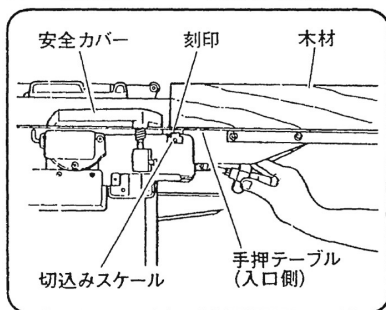
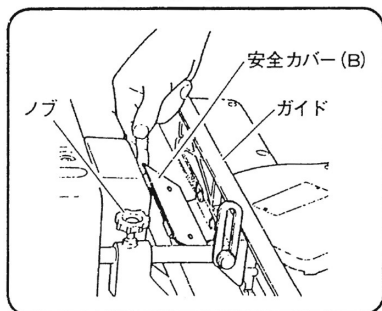

図 13
図 15
手押テーブル部のかな刃を覆う安全カバー（図 13 参照）および、手押ガイド裏側のかんな刃を覆う安全カバー（B）（図 15 参照）は、身体がかな刃に触れるのを防ぐものです。必ずかな刃を覆うよう滑らかに動くことを確認してください。
- (1) スイッチを入れる前に手押テーブル（入口側）の刻印を切込みスケール0の位置にします。
- (2) 木材を手押テーブル面上ですべらせ、安全カバーが滑らかに動くことを確認してください。
- (図 13)
- (1) 加工する木材の大きさによってガイドを移動すると刃物を有効に使用できます。
- (2) 前後 2 か所のノブをゆるめ、ご希望の位置にガイドを移動しノブで固定します。
- (3) 露出しているかな刃をガイドに付いている安全カバー(B)で覆います。(図 15)
(2) ガイド固定用のノブをゆるめ、ガイドをはずします。(図 15 参照)